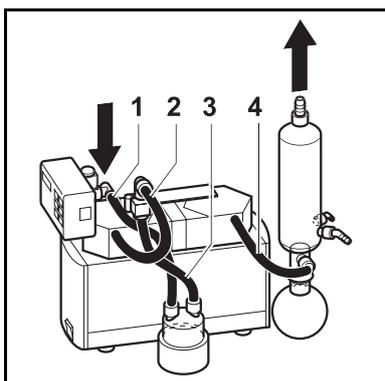

Fig. 17: collegamenti flessibili sistema SC
4	Tubi flessibili (v. fig. 17) <ul style="list-style-type: none"> ▪ Agente resistente al fluido utilizzato ▪ Diametro interno 10 mm. ▪ Lunghezze: (1, 4) ca. 220 mm, (2) ca. 300 mm, (3) ca. 150 mm
5. Eseguire i collegamenti flessibili del sistema (v. fig. 17).